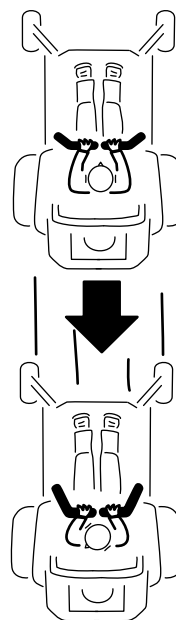

Figura 25
2. Para andar para trás, puxe as alavancas de controlo do movimento lentamente para trás (Figura 25).